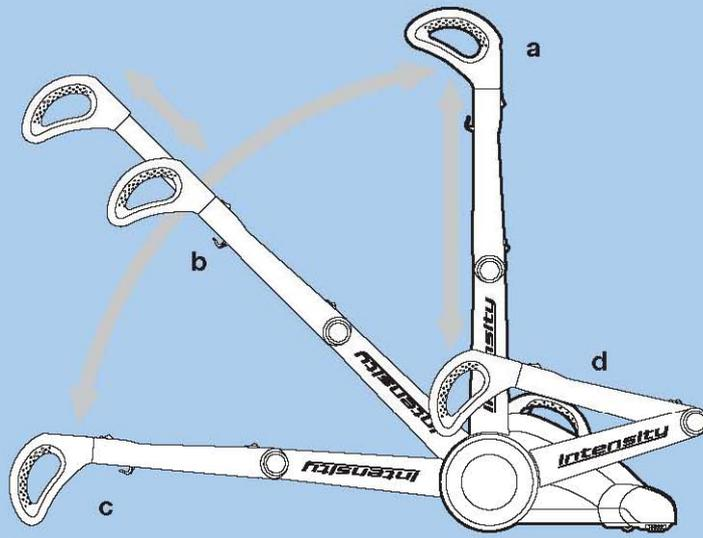
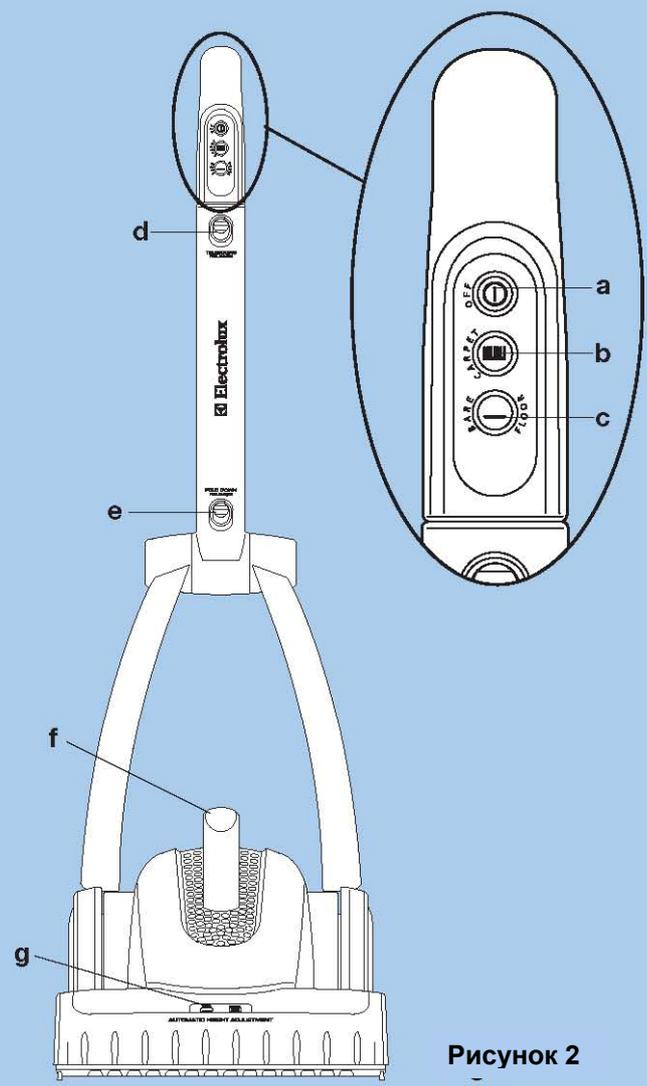
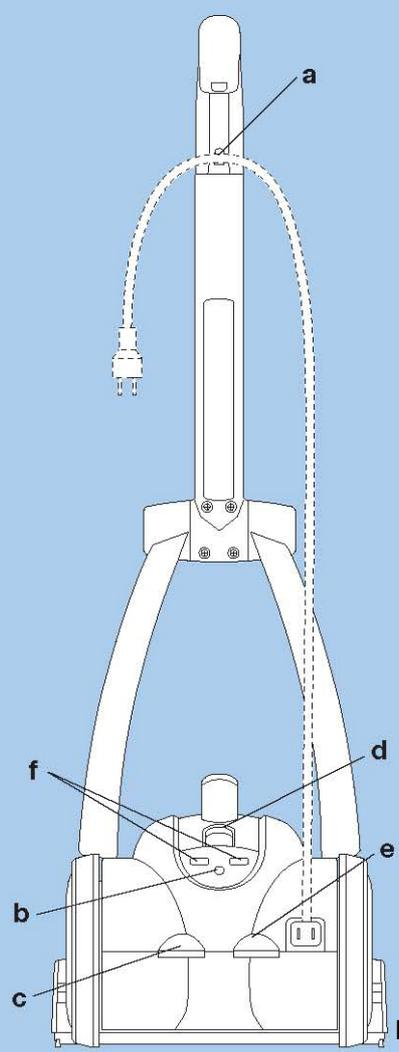

Рисунок 1
Рисунок 2
Рисунок 3
- 1 Переведите ручку из положения для хранения пылесоса в вертикальное положение (Рис. 1а), просто подняв рукоятку ручки, пока она не защелкнется в вертикальном положении.
- 3 Потяните шнур за электрическую розетку, чтобы он полностью вышел из пылесоса. Пропустите шнур через держатель для шнура, чтобы он не мешал во время работы (Рис. 3а). Подключите его к стенной электрической розетке.
- 4 Нажмите на педаль разблокирования ручки (Рис. 3с) и наклоните ручку из вертикального положения в ее нормальное рабочее положение.
- 7 Выключайте пылесос нажатием на кнопку "OFF" (Выключение) (Рис. 2а).
- 9 Чтобы опустить ручку из нормального рабочего положения в более низкое положение, для уборки под мебелью, нажмите на педаль разблокировки (Рис. 3с), опуская ручку (Рис. 1с).
- 10 Выньте шнур из держателя шнура (Рис. 3а) и нажмите на педаль сматывания шнура (Рис. 3е). Удерживайте шнур, пока он не сматывается, чтобы избежать случайных травм. Опустите телескопическую ручку.
- 11 Нажмите ногой на педаль разблокирования ручки (Рис. 3с) и одновременно при помощи большого пальца передвиньте кнопку вверх (Рис. 2е), чтобы установить ручку в сложенное положение (положение для хранения) (Рис. 1d).
- 15 **Если вращающаяся щетка не вращается, тогда как горит индикатор "ковер/ковровое покрытие"**, возможно, что ручка не находится в рабочем положении (Рис. 1b или 1c на стр. 14). Если ручка сложена вперед в положении для хранения или если она находится в вертикальном положении (Рис. 1а), вращающаяся щетка не будет вращаться.